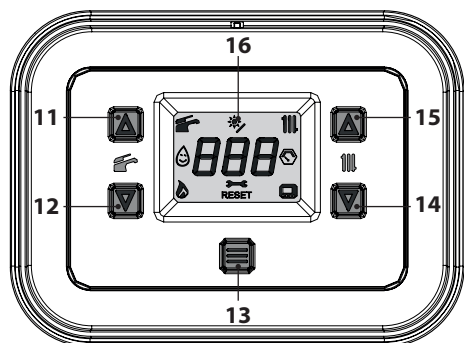
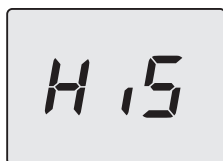

Figura 7.3
Figura 7.4
- Entrare in "modalità programmazione" premendo contemporaneamente per 5 secondi i tasti 12 e 14 (Figura 7.3) fino a far apparire sul display LCD le lettere **HiS** che indicano il menu "Storico delle caldaia" (Figura 7.4).